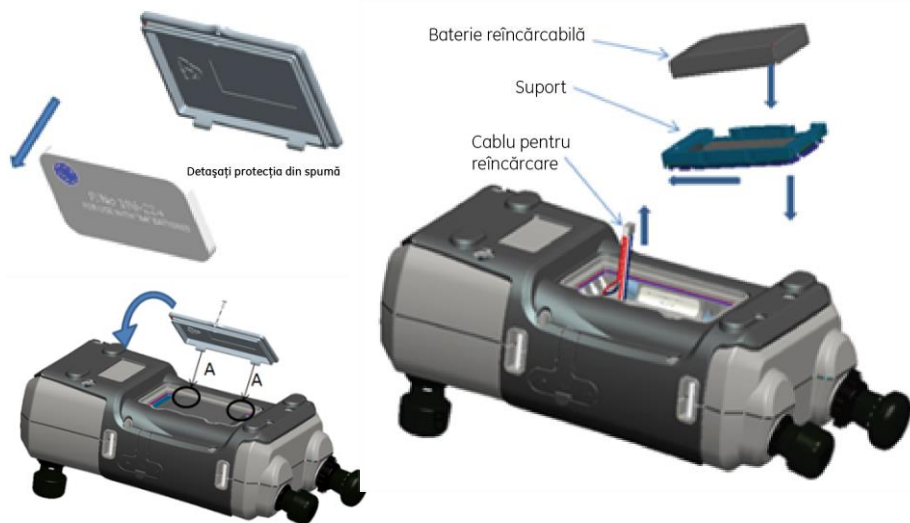

Figura 2 – Instalarea kitului bateriei reîncărcabile
6. Montați la loc capacul compartimentului pentru baterii. Închideți compartimentul pentru baterii apăsând urechile în interiorul fantelor (A), apoi înclinați capacul în jos și asigurați-l strângând șurubul de fixare. (Consultați Figura 2).